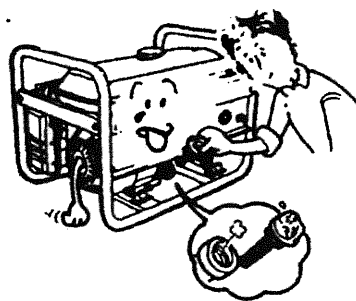

Fig. 10
- Introduce la cala en su hueco sin enroscar. (Figure 10)